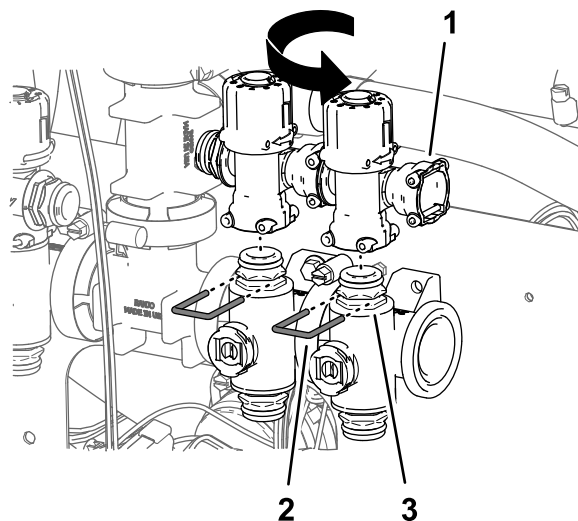

Figura 102
8. Repita los pasos 5 a 7 con las válvulas de desvío de las válvulas de boquilla 6 y 7 (**Figura 102**).